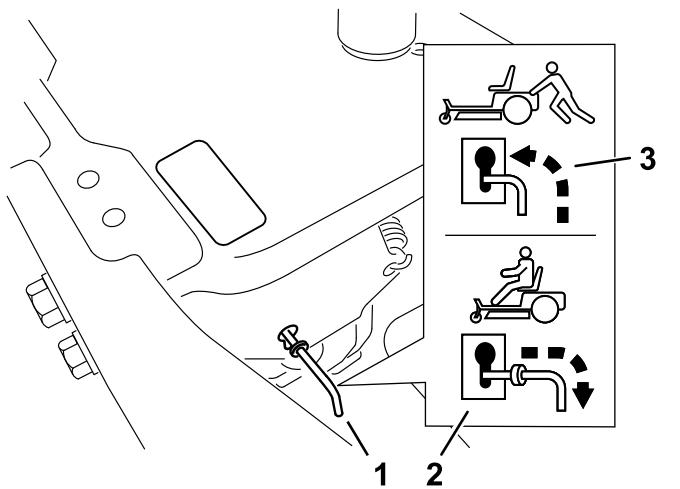

Figura 32
4. Mueva las palancas de desvío hacia delante a través del orificio y hacia abajo para bloquearlas en esa posición (Figura 32).
Mueva las palancas de desvío hacia atrás a través del orificio y hacia abajo para bloquearlas en esa posición, según se muestra en la Figura 32.